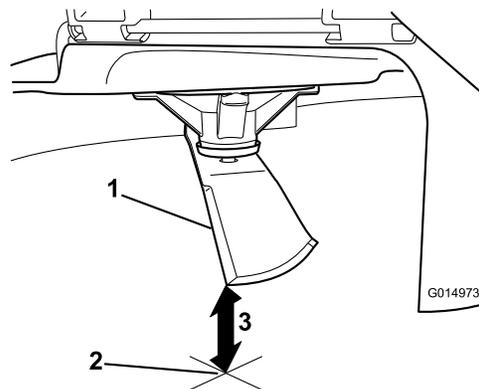

Рисунок 59
5. Измерьте расстояние от конца ножа до плоской поверхности (Рисунок 59).